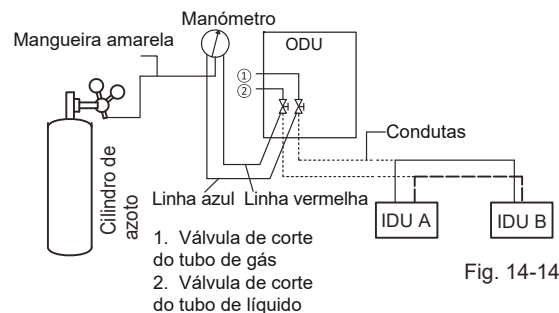

Fig. 14-14
4. Utilize tampões de obturação para bloquear todas as aberturas do lado do líquido (gás), exceto a abertura da unidade interior mais afastada das unidades exteriores ("Unidade interior A" na Fig. 14-14).